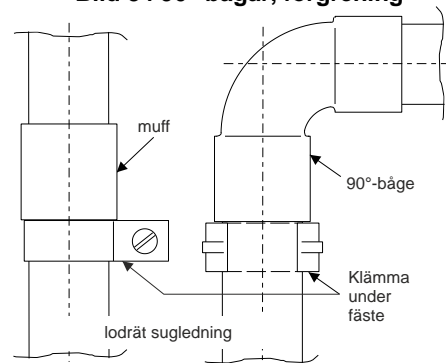

Bild 35 Lodrät sugledning
- Vid lodräta dragningar av sugledningen eller delar av den (t.ex. stigarledningar) måste rören säkras så de inte glider ner (montera klämmor direkt under fästena enligt Bild 35).